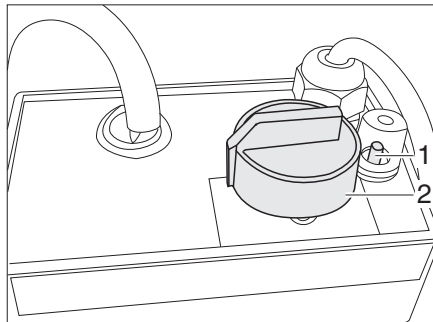

Bild 116 Reglage för elektrisk golvvärme
- Vrid vridregulatorn (Bild 116,2) till önskad värmeeffekt.
- Vrid vridregulatorn (Bild 116,2) till ställning "0".
När golvvärmen har stängts av stannar värmen kvar ett tag i golvet (restvärme). Om regulatorn överbelastas aktiveras överbelastningsskyddet. Stiftet (Bild 116,1) hoppar ut.
- Tryck in stiftet (Bild 116,1) på överbelastningsskyddet när regulatorn har svalnat.